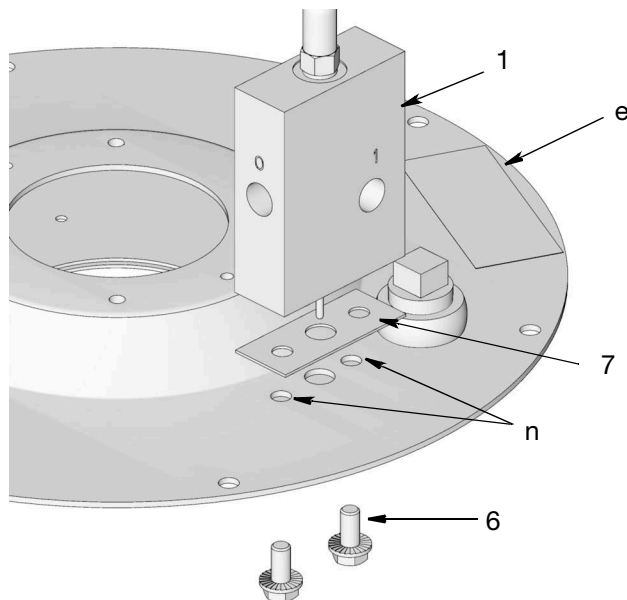

Рис. 8
4. Установите прокладку (7) так, чтобы ее отверстия совпали с отверстиями (n) в крышке (e) (Рис. 8).
5. Установите на прокладку (7) клапан защиты от переполнения (1). Вставьте болты (6) в отверстия (n). Надежно затяните болты. См. Рис. 8.